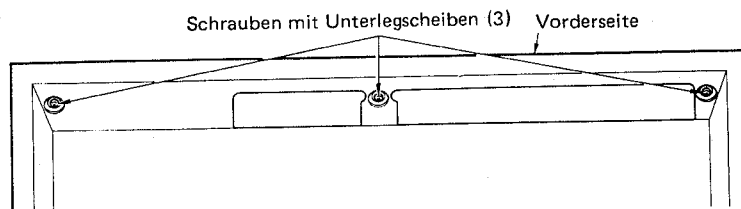

Abb. 1
- 2) Entfernen Sie die in Abb. 1 gezeigten drei Schrauben (mit Unterlegscheiben).